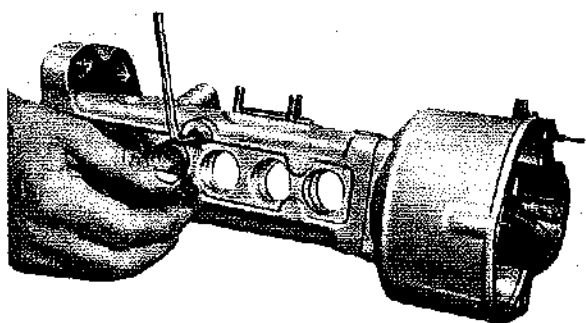

Fig. 78
- Togliere le viti bloccaggio supporti albero Fig. 78.